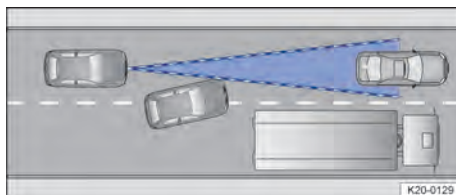

Fig. 114 Changement de voie
- Véhicules déboîtant immédiatement devant votre véhicule sur votre propre voie → fig. 114.